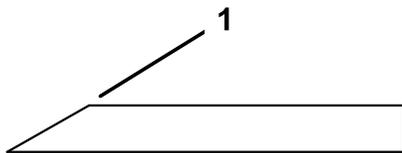

Bild 39
1. Schärfen Sie die Schnittkante an beiden Enden des Schnittmessers mit einer Feile (Bild 39).